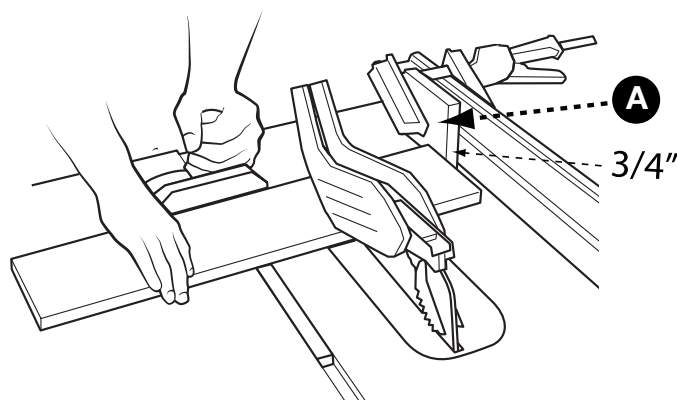

FIGURE 32
Lors de la coupe transversale d'un certain nombre de pièces de la même longueur, vous pouvez fixer un bloc de bois (A) (figure 32) au guide et l'utiliser comme une jauge de découpe. Le bloc (A) doit être d'au moins  $\frac{3}{4}$  po (19 mm) d'épaisseur pour empêcher la pièce coupée de se coincer entre la lame et le guide. Une fois que la longueur de découpe est déterminée, verrouiller le guide et utiliser le guide d'onglet pour pousser la pièce dans la lame.